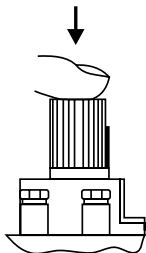

Рис. 8
- 7.1. Установка ручки управления в требуемое положение производится путем легкого нажатия и поворота в нужное положение (рис. 8).